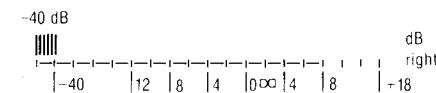

Fig. 16
5. En este momento, comprobar si el indicador de -40 dB está iluminado a medias (intensidad luminosa intermedia entre intensidad máxima y apagado: ver la Fig. 16).